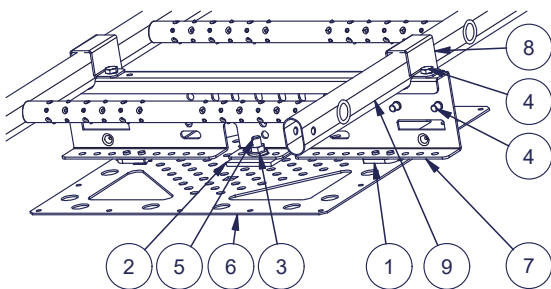
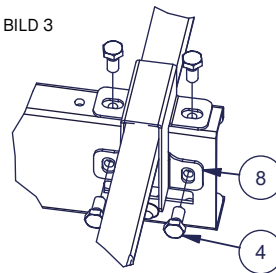

BILD 3
BILD 4
Stegsidorna placeras i urtagen på distansens ovansida. På översta och nedersta distansen säkras stegen med bygel (8) över stegsida med 4 st skruv M8×16 (4) (bild 3). På mellanvarande distanser säkras stegen med enkel bygel (10) med 1 st skruv M8×16 (bild 4).